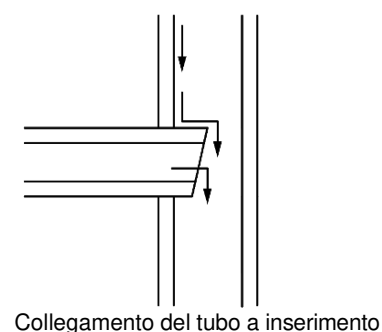

Fig. 4.14
② : Collegamento del gomito discendente (Fig. 4.14)